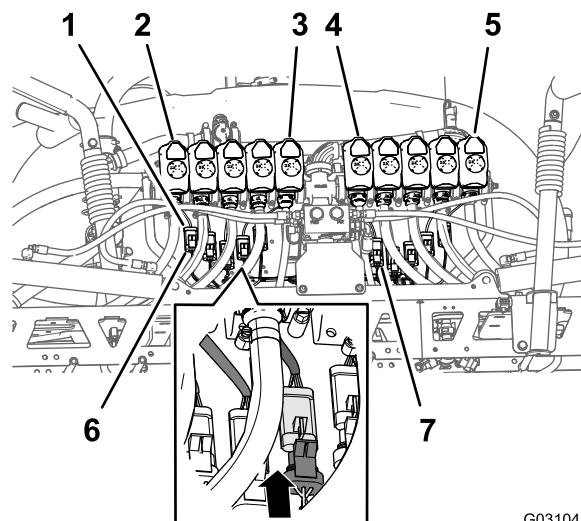

Bild 113
- Verlegen Sie die 3-poligen Anschlüsse des 218,4-cm-Kabelbaumzweigs, die mit **Nozzle Valve 1** bis **Nozzle Valve 5** beschriftet sind, an der Rückseite der 10-Ventil-Befestigung und unter den Düsenventilen 1 bis 5 (Bild 113).
- Verlegen Sie die 3-poligen Anschlüsse des 218,4-cm-Kabelbaumzweigs, der mit **Nozzle Valve 6** bis **Nozzle Valve 10** beschriftet ist, an der Rückseite der 10-Ventil-Befestigung und unter den Düsenventilen 6 bis 10 (Bild 113).
- Schließen Sie den 3-Stift-Buchsen-Stecker des hinteren Kabelbaums, der mit **Nozzle 1** beschriftet ist, an den 3-Stift-Stecker des Kabelbaums für das Düsenventil 1 an (Bild 113).
- Wiederholen Sie Schritt 3 an den Düsenventilpositionen 2 bis 10 (Bild 113).